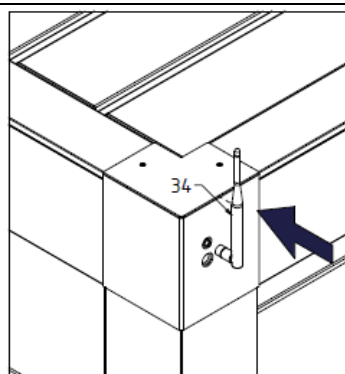

Fig. 32
37. Après avoir serré les caches d'angle, monter l'antenne de l'unité de contrôle (34) en la vissant sur le filetage à l'endroit où l'unité de contrôle est montée - Fig. 32. L'antenne est dotée d'une articulation qui lui permet d'être pliée à 90 degrés.